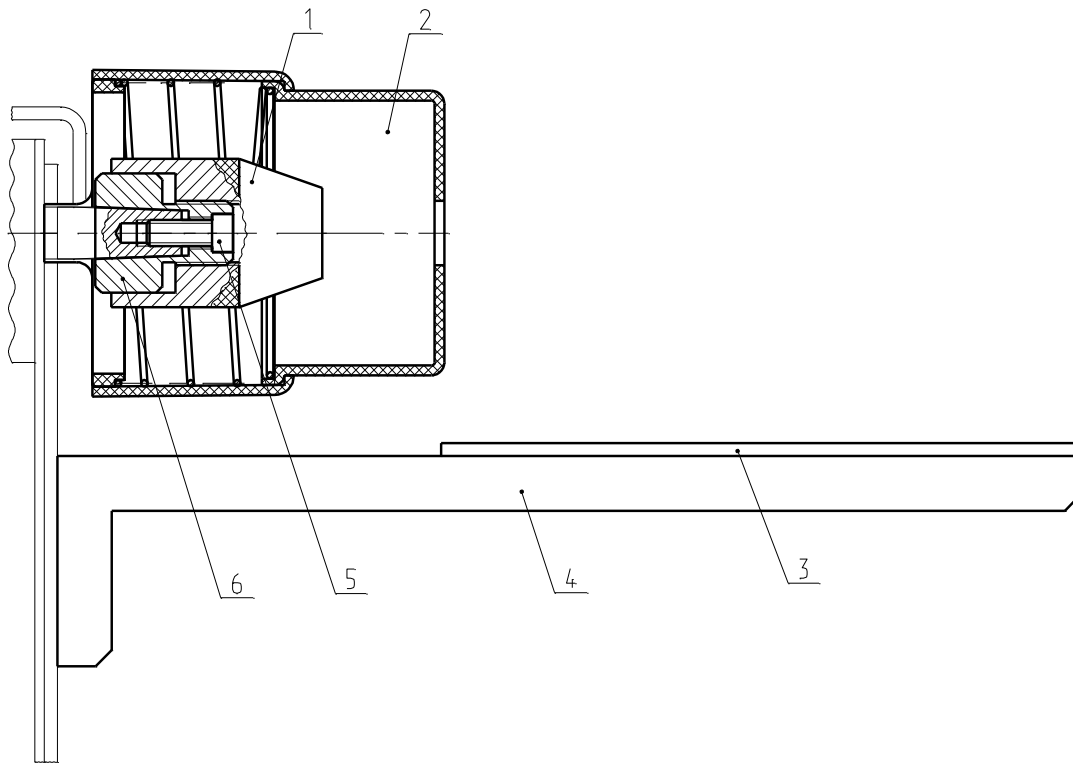

Рис. 6 – Свердлувальний пристрій
5.8 Загальний вигляд свердлувального пристрою наведено на рис. 6.